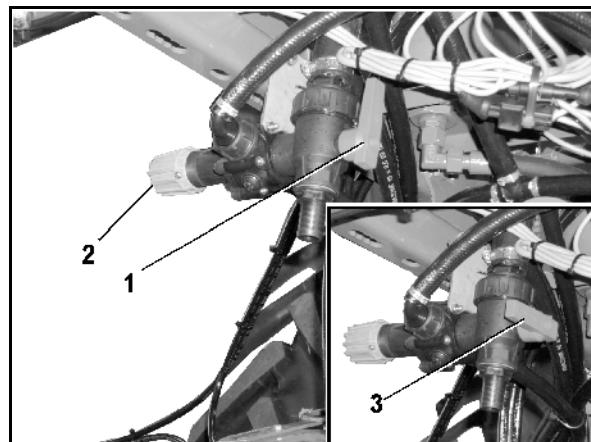

Рис. 78
- Кран переключения принудительной циркуляционной системы (Рис. 78/1).
- Редукционный клапан принудительной циркуляционной системы (Рис. 78/2). Редукционный клапан принудительной циркуляционной системы окончательно настроен на заводе. Он снижает давление принудительной циркуляционной системы до 1 бара.
Если кран переключения принудительной циркуляционной системы находится в положении (Рис. 78/1), то принудительная циркуляционная система включена.
Если кран переключения принудительной циркуляционной системы находится в положении (Рис. 78/3), то принудительная циркуляционная система отключена.